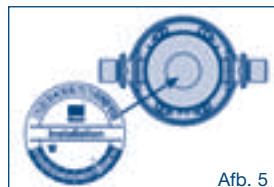

Afb. 4
2. Het filtersysteem kan verticaal en horizontaal worden gebruikt (zie afb. 4).
3. De afstand tussen de filterpatroon en de vloer of de tegenoverliggende muur moet ten minste 65 mm bedragen, zodat er voldoende ruimte voor de montage van de filterpatroon is (zie afb. 4A en 4B). Bij montage van de filterpatroon voor horizontaal gebruik moet erop worden gelet dat de filterpatroon op de vloer rust. De afstand van de houder tot de vloer X (zie afb. 4 B) bij horizontale montage: